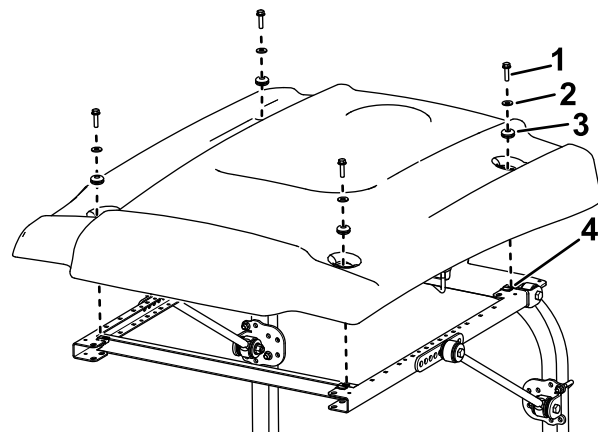

図 14
16. 図 14 に示すようにサンシェードをフレームに載せて、取り付け穴を整列させる。
17. サンシェードの各コーナー部をフレームに仮止めするフランジヘッドボルト 5/16 x 1" 1本、小さいワッシャ1枚、ハトメ 1 個を使用する図 14。